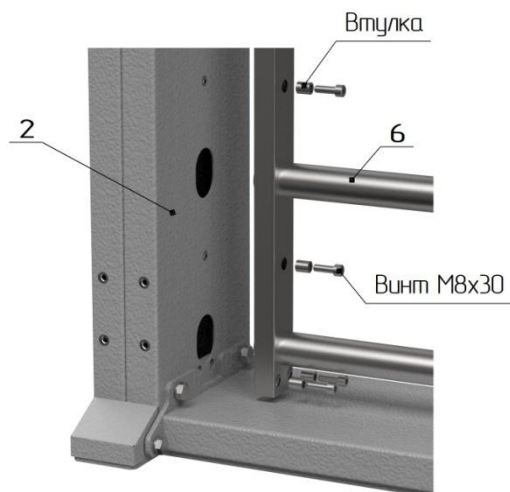

Рис. 3
- состыкуйте гребенку ограничителя прохода **6** со стойкой ограничения прохода **2** (рис.3) и закрепите винтами М8 с дистанционными втулками.